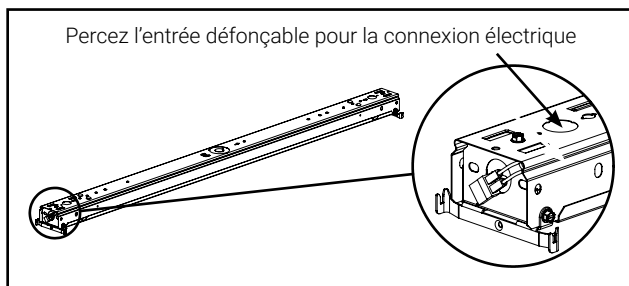

Figure 1
1. Retirez l'assemblage du canal de la boîte, retirez le ruban entourant le protecteur du canal et installez-le sur la surface ou le plafond suspendu selon les normes (quincaillerie fournie par d'autres). (Figure 1)